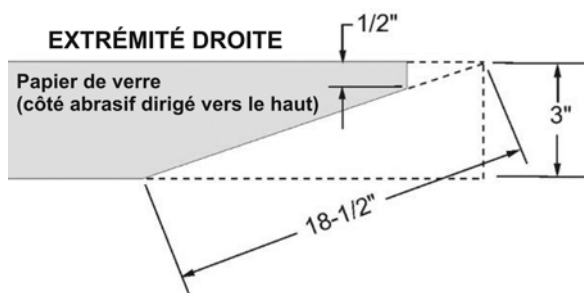
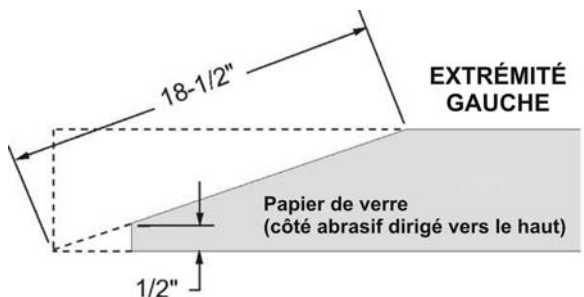

Figure 9
Figure 10
4. Inscrivez une marque et coupez un décroissement à l'extrémité droite de la bande abrasive (Fig. 9). étant donné que l'extrémité effilée doit occuper tout l'embranchement à droite du tambour, son extrémité doit être rognée par l'arrière en laissant un bord d'environ 1/2 pouce, comme illustré. à présent, rognez le côté gauche du papier abrasif de la même manière (Fig. 10).